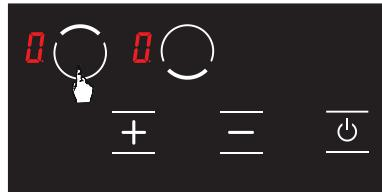

Abbildung 15
2. Berühren Sie erneut die Auswahltaste () der oberen Kochplatte. (siehe Abb. 15)